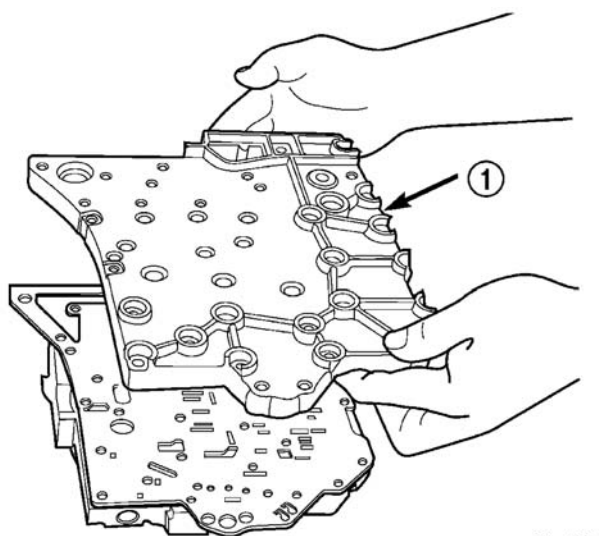

图 377 安装油路连通板
(10) 将油路连通板安装到阀体和隔板，确保油滤网和#5 单向阀不卡滞（图 377）。